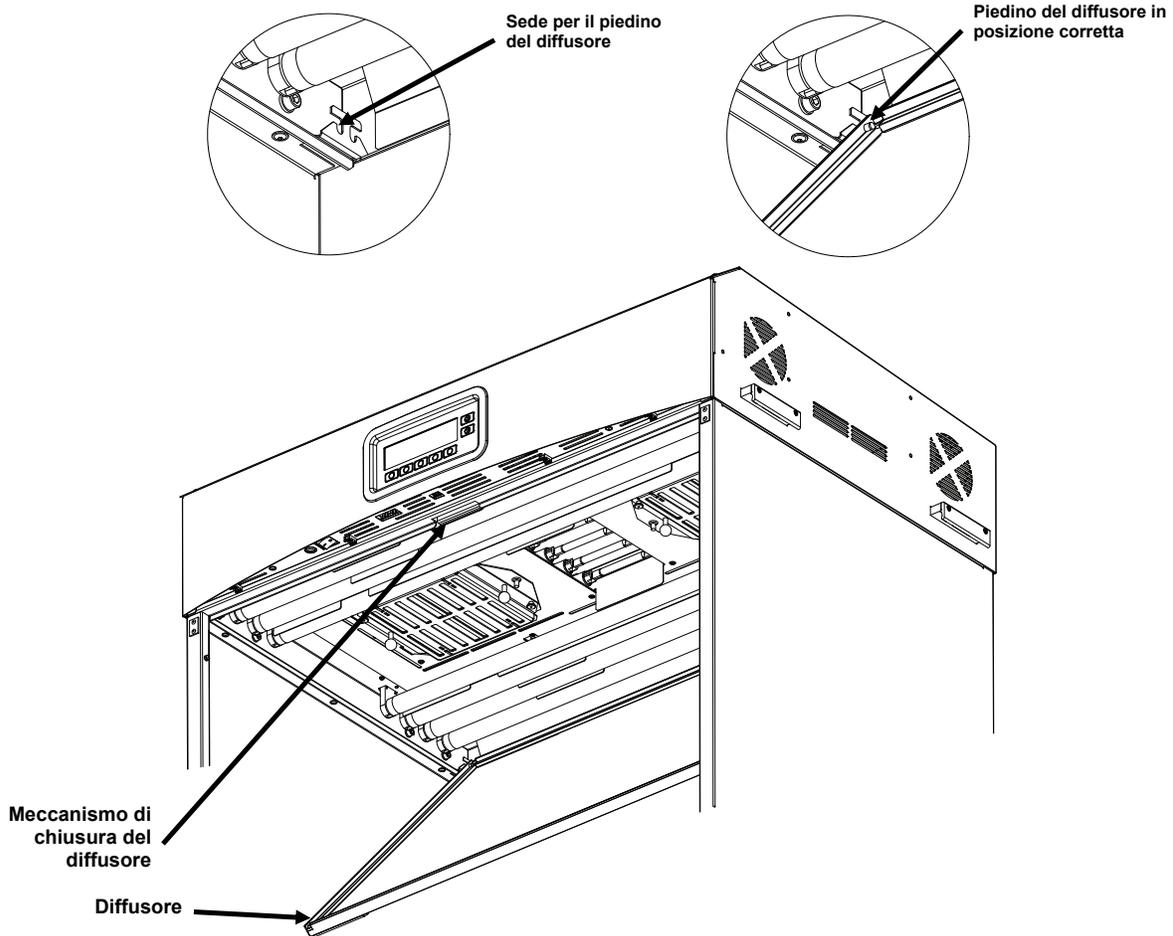

Figura 7. Plafoniera con diffusore
9. Inserire i piedini del diffusore ad ogni angolo posteriore nelle relative sedi anteriori che si trovano negli angoli posteriori del corpo della plafoniera. Vedere la Figura 7.